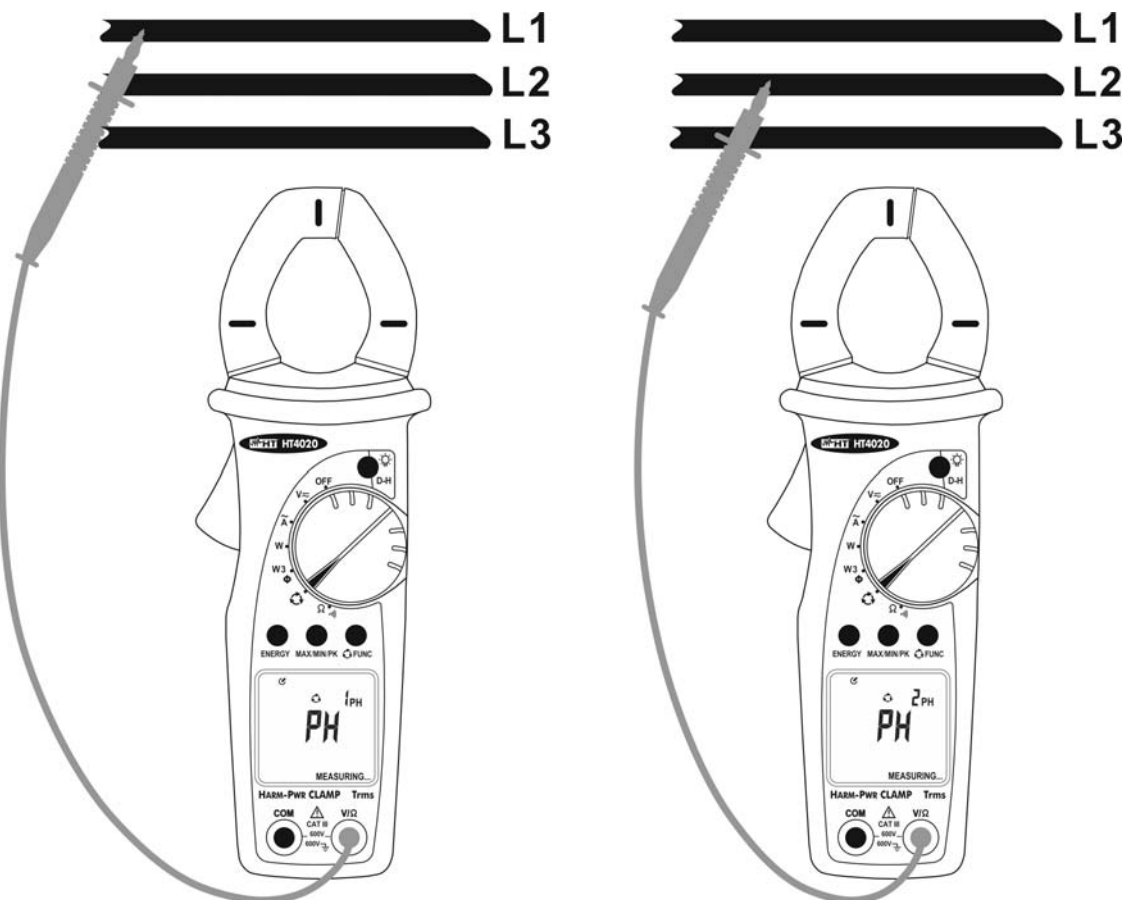

Fig. 13: Detección del sentido cíclico de las fases a 1 terminal
3. Conecte la punta roja a la fase L1 (ver la Fig. 13 – parte izquierda). En alternativa use el práctico capuchón de goma para alojar la punta roja
8. Posicione la punta en la Fase L2 (ver la Fig. 13 – parte derecha)